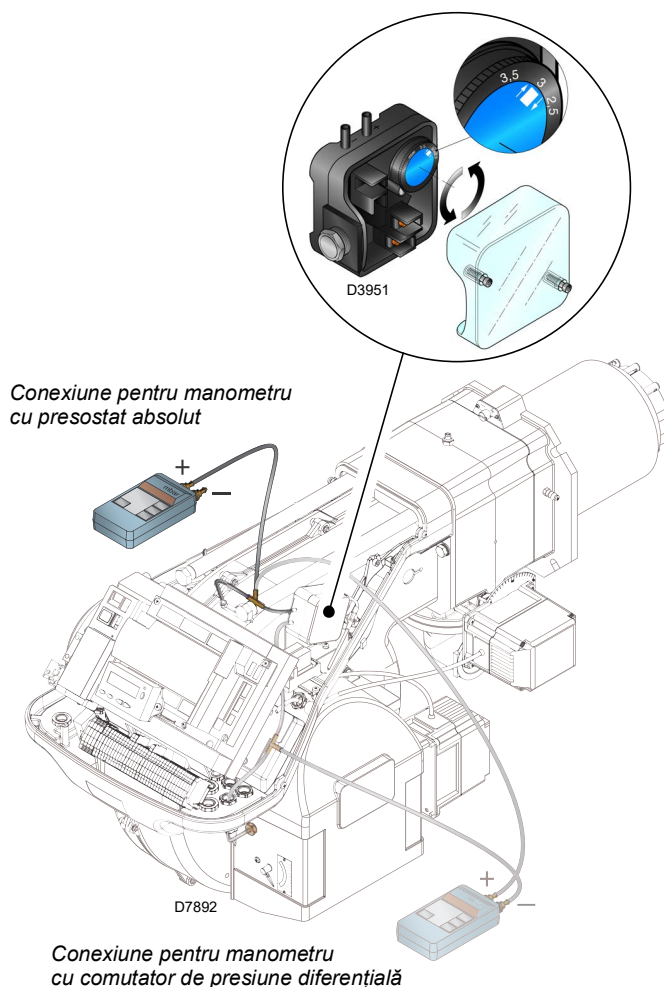

Fig. 27
- Reglați presostatul de aer (Fig. 27 la pag. 30) la începutul scării.
Efectuați reglarea presostatului de aer (Fig. 27) după ce ați efectuat toate celelalte reglaje ale arzătorului cu presostatul de aer reglat la începutul scării.
Conexiunea manometrului este prezentată la Fig. 27. Configurația standard este comutatorul de presiune a aerului conectat la toate. Observați prezența unei conexiuni „T” neasigurate.
În unele aplicații cu vid ridicat, conexiunea comutatorului de presiune nu permite comutatorului de presiune să comute. În acest caz, este necesară conectarea comutatorului de presiune în modul diferențial prin aplicarea unui al doilea tub între comutatorul de presiune a aerului și intrarea ventilatorului. În acest caz, manometrul trebuie să fie conectat și în diferențial, așa cum se arată în Fig. 27.